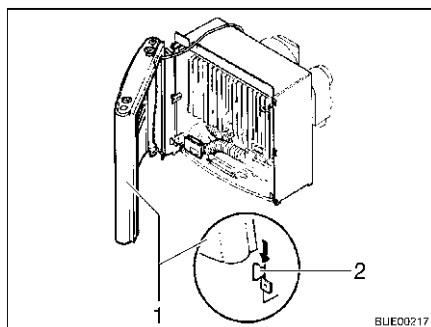

Fig. 117 Copertura del riscaldamento, passanti di sostegno
- Montare la copertura del riscaldamento. Collocare la copertura (Fig. 117,1) sui passanti di sostegno inferiori (Fig. 117,2).